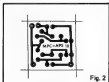

Fig. 2
— FIG. 2 — Plaquinha de Circuito Impresso, vista pelo lado cobreado. Inicialmente retire a sua plaquinha da capa da Revista (se estiver muito "presa", um pouco de álcool ajudará a remoção sem danificá-la a capa . . . ). Confira o seu BRINDE com a fig. 2, limpe-a e fure-a nas "ilhas" (usando uma "Mini-Drill" ou um perfurador manual). A utilização, antes e durante a montagem, deverá ser orientada pelas INSTRUÇÕES GERAIS PARA AS MONTAGENS.
- 1 - Forma para a bobina detetora (ver fig. 2), de madeira, plástico ou papelão, rodenda, com cerca de 11 cm. de diâmetro e 3 cm. de altura.